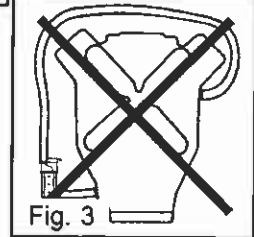
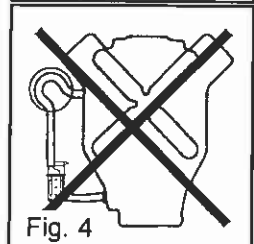

Fig. 3
Fig. 4
- Éviter d'entraver à la circulation du liquide de refroidissement en faisant passer le boyau par-dessus le moteur (figure 3), en le pliant ou en lui faisant faire des boucles (figure 4), ou autres détours de même nature, ce qui pourrait raccourcir le cycle de réchauffement et empêcher le moteur de se réchauffer.